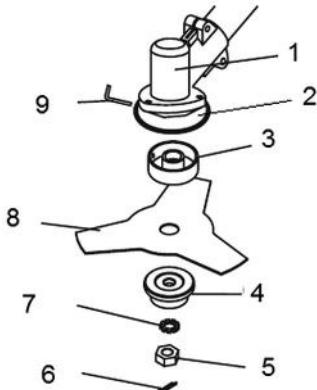
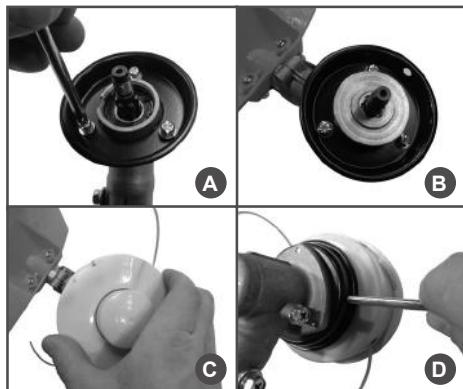

Рис. 3 Конструкция узла крепления ножа
Рис. 7 Установка триммерной головки
тора гайку 5, снимите стопорную 7 и прижимную шайбы 4, снимите защитную шайбу редуктора 3 (Рис. 3).
2. Установите чашку редуктора 2 (Рис. 3) так, чтобы отверстие в чашке и выемка в корпусе редуктора встали друг напротив друга, и закрепите ее винтаами (Рис. 4A).
4. Установите в отверстие защитной шайбы редуктора стопор 9 (ключ шестигранный 4 мм) (Рис. 3).
5. Установите нож 8 (Рис. 3) на защитную шайбу редуктора (Рис. 4C).
Для установки триммерной головки открутите гайку крепления ножа, снимите шайбу стопорную и прижимную шайбу ножа, как показано на Рис. 3, 7В и закрутите триммерную головку (Рис. 7С). Удерживая стопор, произведите окончательную затяжку триммерной головки (Рис. 7Д).